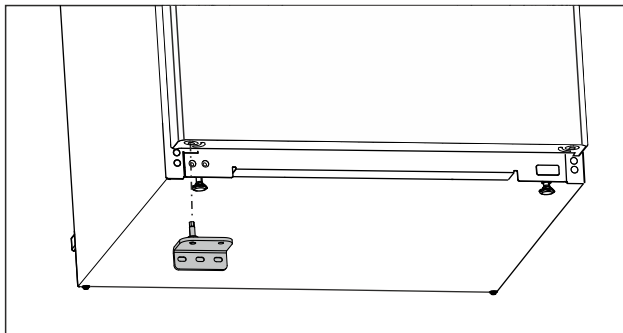

Fig. 17
- ▶ Helyezze be az alsó csapágybakot az ellenkező oldalon. (lásd Fig. 17)